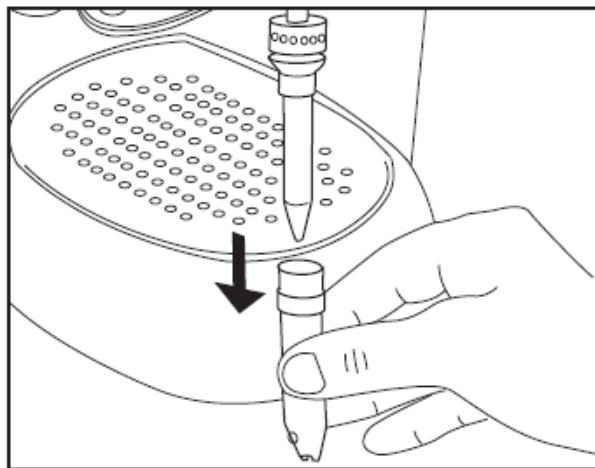

Fig. 22
- Ta av den nedre delen av ångröret genom att dra det nedåt (Fig.22).